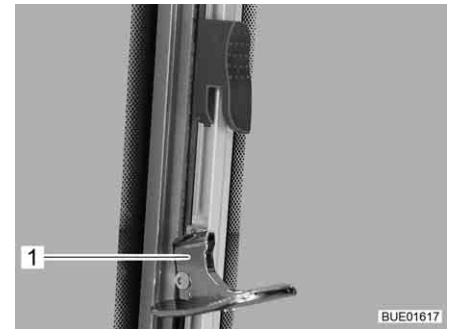

Bild 104 Skjutfönster med svängspärr (upplåst)
- Sväng in låset (Bild 104,1).
- Sväng ut låset (Bild 104,1).